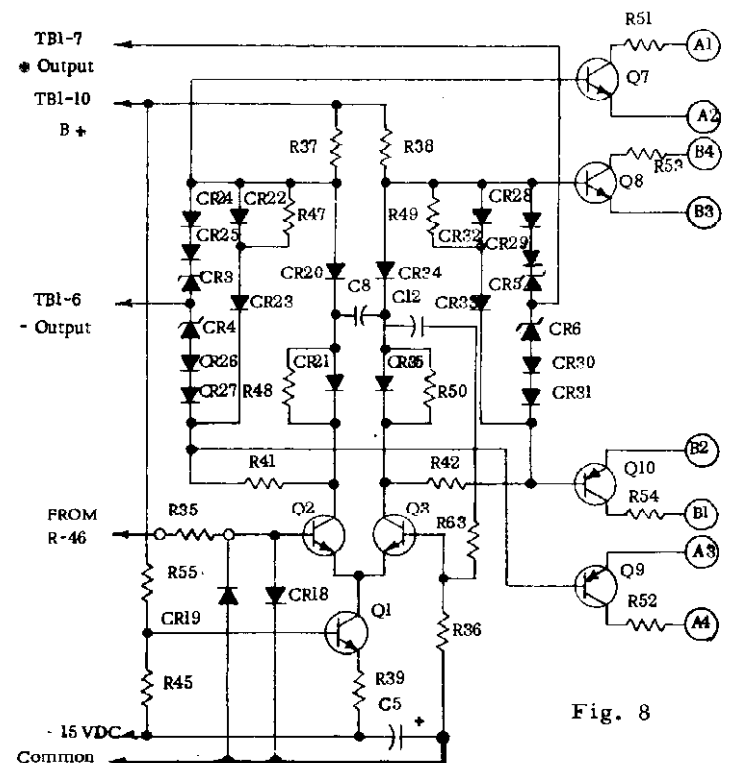

Fig. 8
**DIFFERENTIAL AMPLIFIER Fig. 8**
**PRE-DRIVER TRANSISTORS Fig. 8**